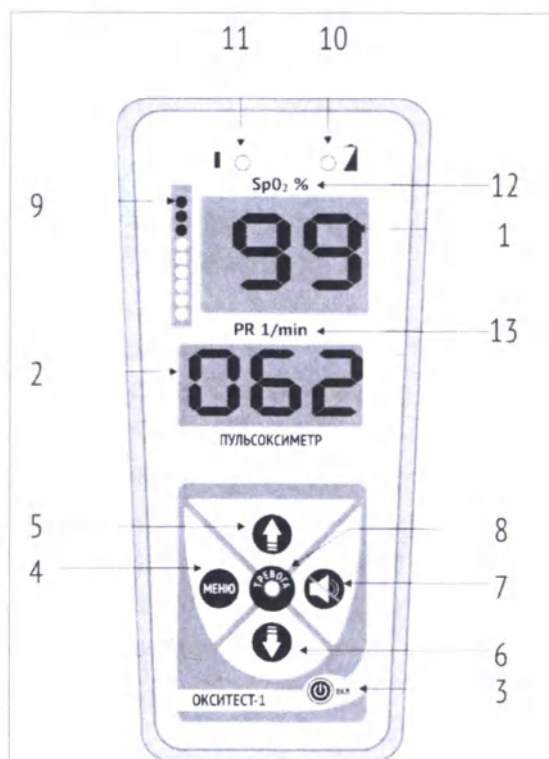

Рис.2
2.2.1.2. Кнопки управления, индикаторы и обозначения на лицевой панели пульсоксиметра представлены на рис. 2.